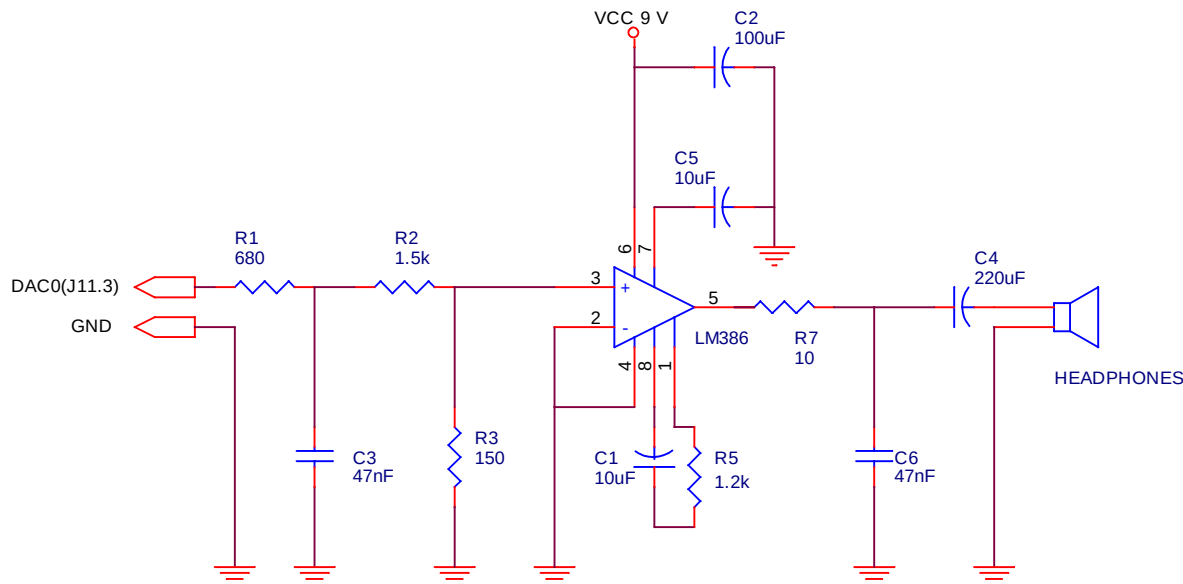

Fig 3.2.1.b. Amplificatorul de iesire
- o schema modului de intrare este prezentata in Fig. 3.2.1.b.